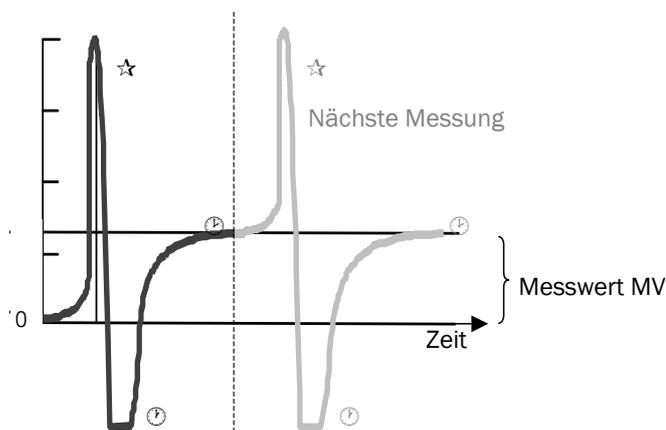

Abb. 13 Schematisches Osmogramm beim Austausch beider Tropfen
1. Tragen Sie den Probetropfen auf. – Das Signal zeigt eine negative Überladung, siehe \ominus in Abb. 13.
2. Tragen Sie den Lösungsmitteltropfen auf. – Das Signal zeigt eine positive Überladung, siehe \bullet in Abb. 13.
3. Ein konstanter Messwert wird erreicht, wenn sich das thermische Gleichgewicht eingestellt hat und das Signal nicht weiter ansteigt, siehe \oplus in Abb. 13.
Das Erscheinungsbild des Signalverlaufs sollte dem Schema in Abb. 13 ähneln.
Beide in den Abb. 13 und 14 gezeigten schematischen Osmogramme gelten für eine um 2°C über der Zelltemperatur liegende Kopftemperatur, siehe Abschnitt „Auswahl der geeigneten Messtemperatur“ auf Seite 41. Wenn Sie andere Temperaturdifferenzen einstellen, können Ihre Osmogramme von den gezeigten Beispielen abweichen.